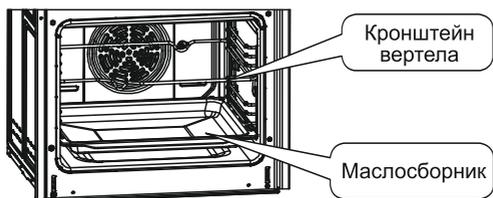

Рис. 4
2. Поместите кронштейн вертела на уровень печи 4 (рисунок 4) (кронштейн вертела необходимо располагать только на уровне 4; только так вертел будет использоваться правильно).; (См. рис. 4).